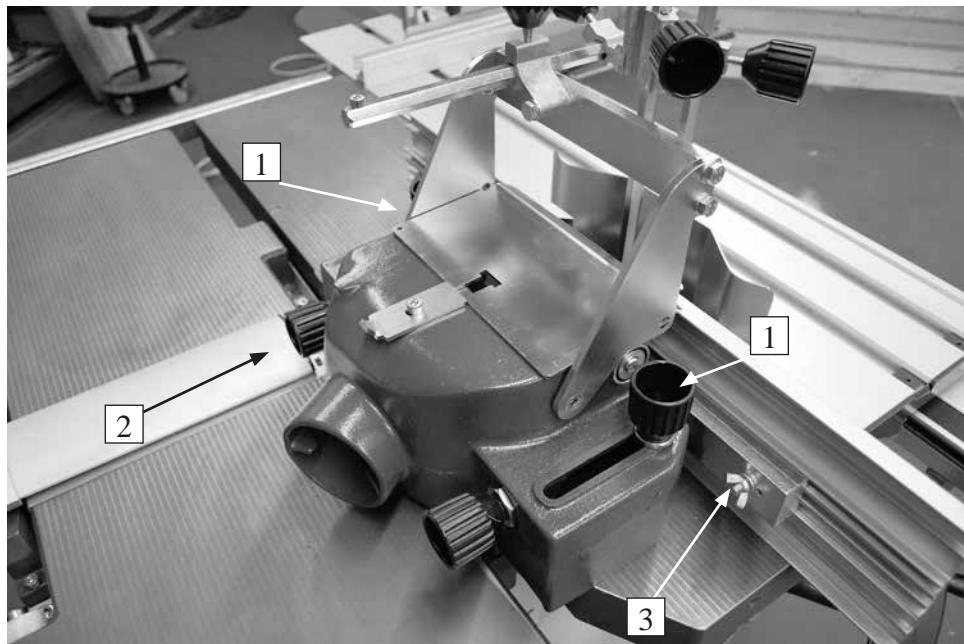

Рис.19
Установка фрезерного упора (Рис. 19)
Фрезерный упор крепится на поверхности стола при помощи 2 ручек (Рис. 19,1). Корпус фрезерного упора имеет два паза, которые позволяют перемещать его вперед и назад. После установки упора, положение алюминиевых планок можно отрегулировать при помощи ручек (2). Зазор между планками нужно настроить следующим образом: ослабьте гайку-барашек (3), которая удерживает планки, и сдвиньте их друг другу на максимально близкое расстояние, только чтобы оставался зазор для прохода инструмента между планками. При фрезеровании профильных поверхностей мы рекомендуем использование вспомогательного или встроенного упора. При этом вы достигаете постоянного прилегания заготовки между обеими планками упора, что ведет к большей безопасности и улучшению рабочего процесса. Для выравнивания обеих планок используйте ровную и точную линейку.